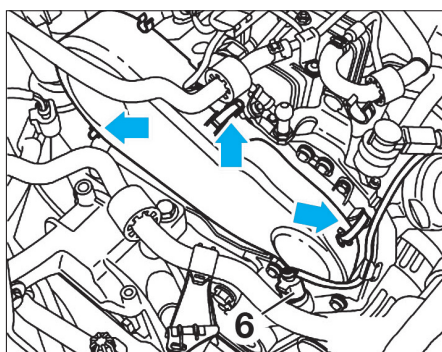

FIG. 7
- le carter supérieur de distribution (6) (Fig.7),